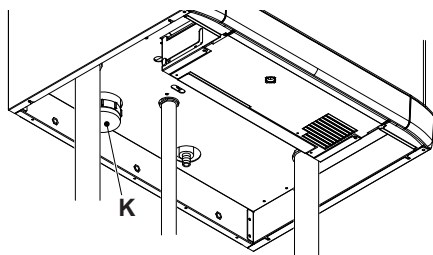
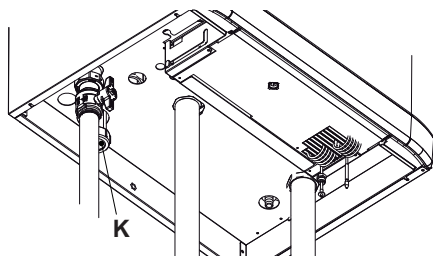

Figura 9.10
Figura 9.11
Per pulire l'interno del sifone svitare il tappo (K) in Figura 9.10 e Figura 9.11 .
- L'attivazione dello Spazzacamino è visualizzabile anche sul display LCD con l'accensione alternata dei simboli evidenziati nella Figura 9.10.